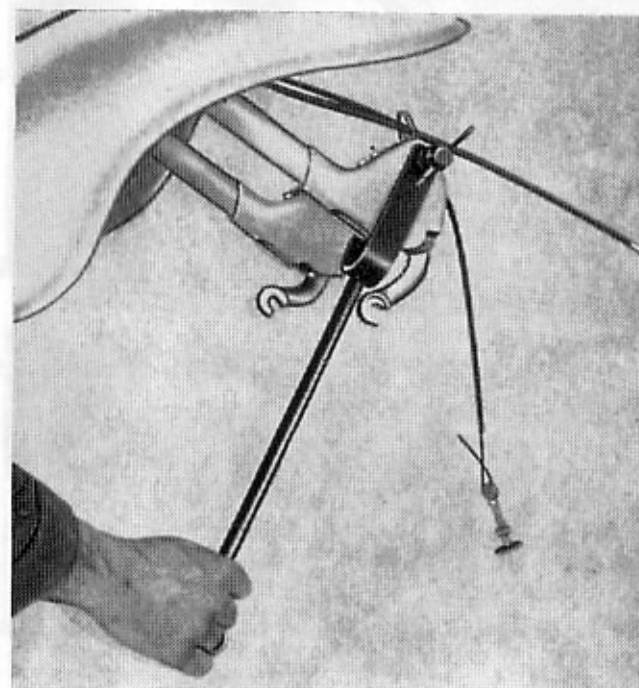

Fig. 38
- 60** Smontare ciascuna leva portaruota: applicare l'attrezzo n. 58021 e comprimere la molla per estrarre la leva. Vedi fig. 38.